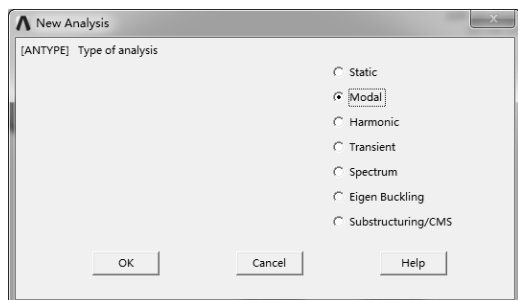

图 7-90 “New Analysis”对话框
1) 选择“Main Menu>Solution>Analysis Type>New Analysis”命令，弹出“New Analysis”对话框，选中“Modal”选项，如图 7-90 所示。单击“OK”按钮确认。